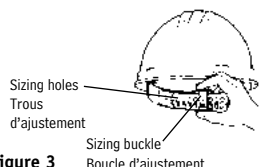

Figure 3
- Squeeze top and bottom edges of rear buckle together with your thumb and forefinger (Figure 3).
- Serrer ensemble les extrémités supérieure et inférieure de la boucle arrière avec le pouce et l'index (Figure 3).